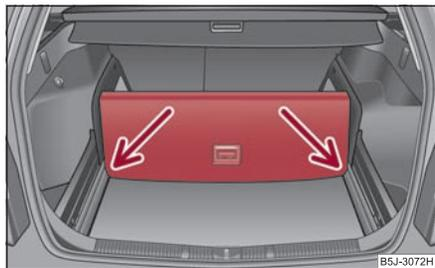

Fig. 88 Dividir el maletero
- Levantar la parte del piso de carga tirando de la empuñadura y asegurarlo introduciéndolo en las ranuras ⇒ fig. 88. ■